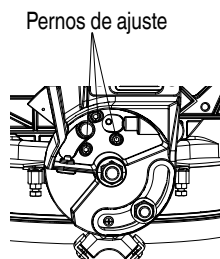

Fig. 20-c
9. Ajuste del indicador de 90° (para escala de bisel) (Fig. 20-b)